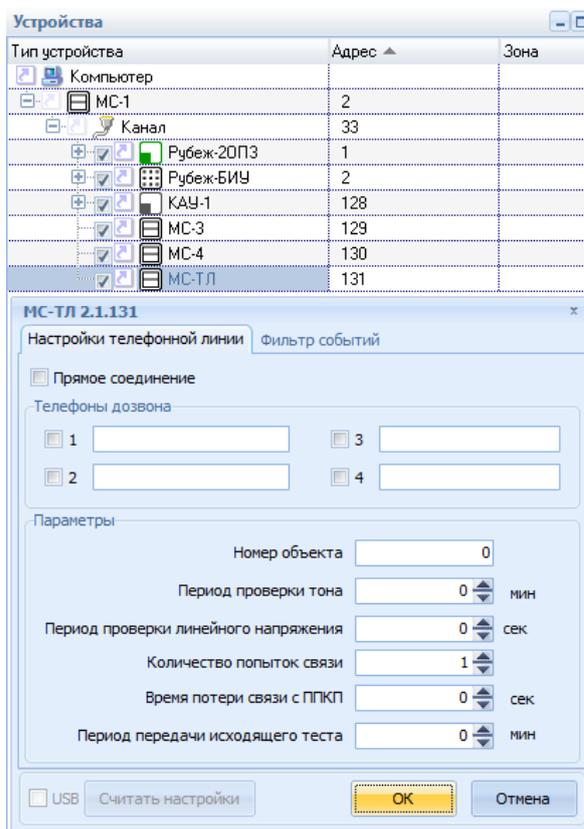

Рисунок 5.18 – Вкладка «Настройки телефонной линии» для МС-ТЛ
- 1) «Настройка телефонной линии» (рисунок 5.18);